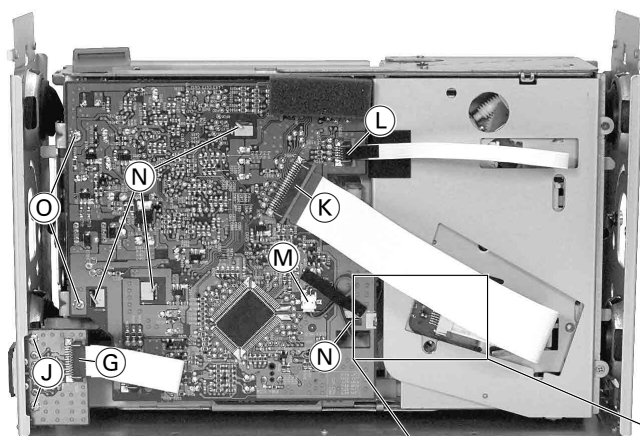
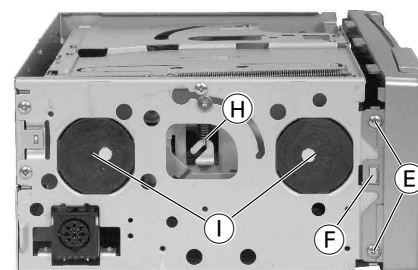

Fig. 4
Fig. 5
2. Frontblende abnehmen (Fig. 5 und 6)
- 4 Schrauben (E) herauserschrauben, Rastnasen (F) ausrasten und Frontblende abnehmen.
- Flexprintstecker (G) (Fig. 4) öffnen.
- 2 Federn (H) aushängen (Fig. 5 und 6).
- Die 4 Dämpfer (I) (Fig. 5 und 6) abnehmen.
- 2 Schrauben (J) (Fig. 4) herauserschrauben und Anschlussplatte abnehmen.
5. Hauptplatte ausbauen (Fig. 4)
2. Removing the front panel (Fig. 5 and 6)
- Undo 4 screws (E), undo the catches (F) and take off the front panel.
- Open flexprint connector (G) (Fig. 4).
- Unhinge 2 springs (H) (Fig. 5 and 6).
- Remove the 4 dampers (I) (Fig. 5 and 6).
- Undo 2 screws (J) (Fig. 4) and take out the connection board.
5. Removing the main board (Fig. 4)